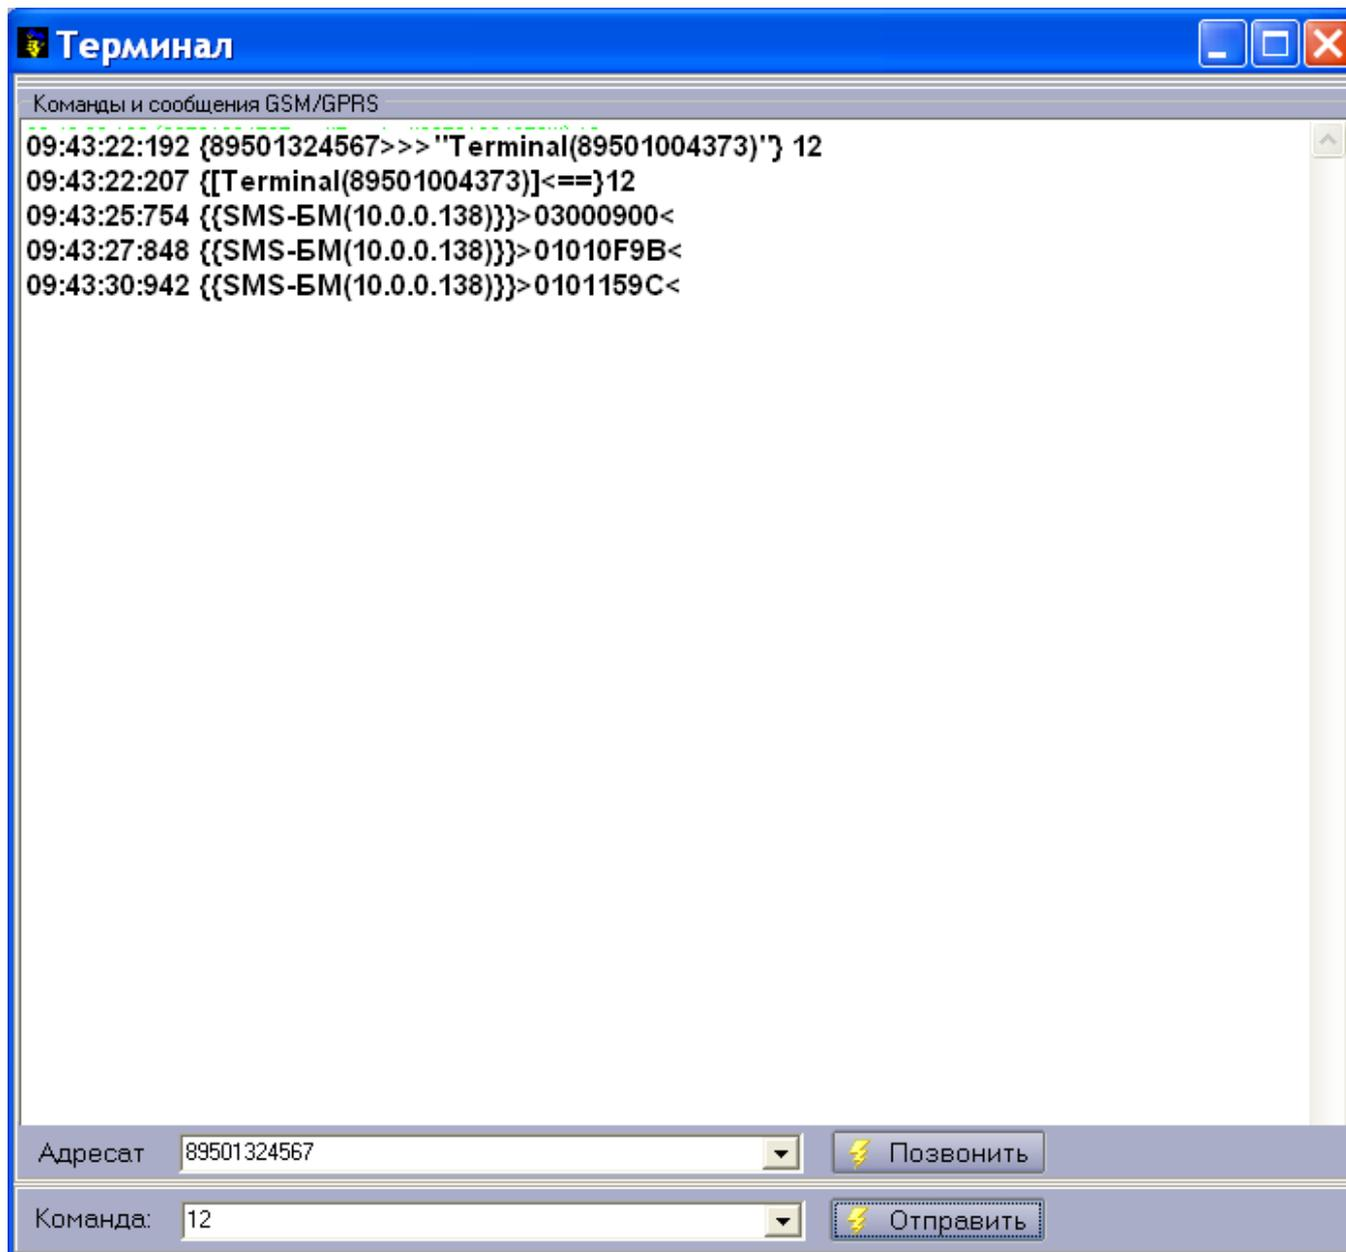

Рисунок 21 Окно программы Терминал.
3. Нажмите правую клавишу мыши и выполните пункт «*Выключить GPRS*». При успешном переходе в SMS режим картинка в левом столбце прибора будет изменена и на экран будет выдано окно с информацией об отключении клиента GPRS (аналогичное окно см. рис. 21).